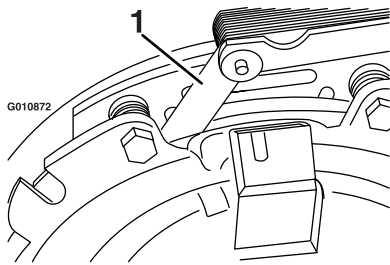
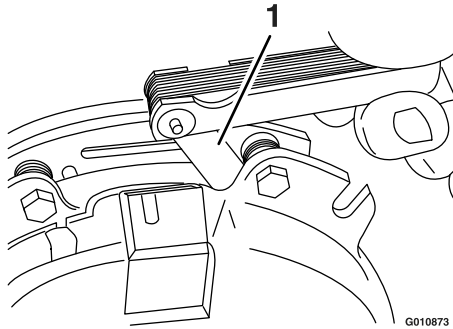

Figure 84
Figure 85
- E. À l'aide d'une jauge d'épaisseur de 0,25 mm, vérifiez qu'il existe un entrefer entre le rotor et la face de l'induit, de chaque côté du pôle de frein, comme montré à la Figure 84 et la Figure 85.